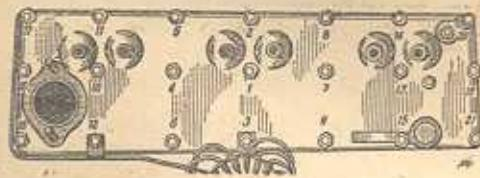

Рис. 42. Последовательность подтяжки гаек
1. Подтяни гайки шпилек крепления головки блока цилиндров (последовательность подтяжки см. на рис. 42). Подтяни гайки крепления всасывающего и выхлопного коллекторов.